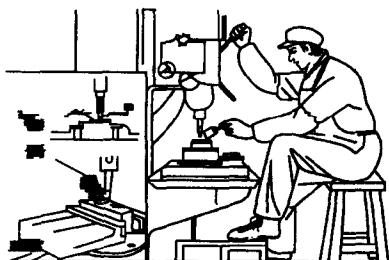

图 1-1
1. 严禁戴手套操作，严禁用手清除切屑（只能用铁钩勾取），不要把头低向钻孔处，防止头发被旋转部分绞住，工作时应戴工作帽（见图 1-1）。